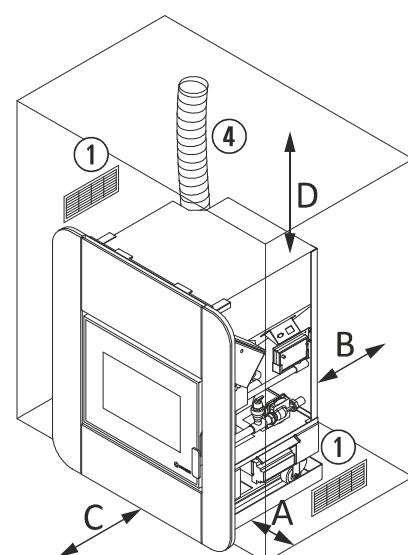

Figura 3
- 4.19.** Confirme os espaços entre a caldeira, o combustível e qualquer tipo de material inflamável, confirme na figura 3.